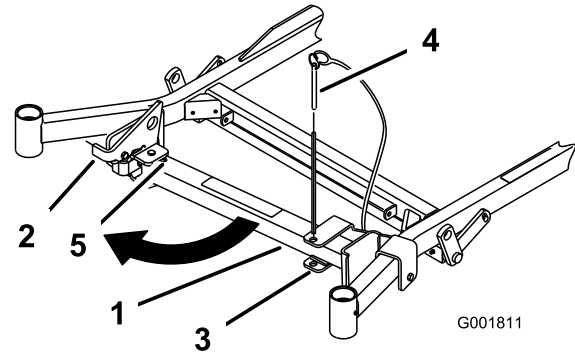
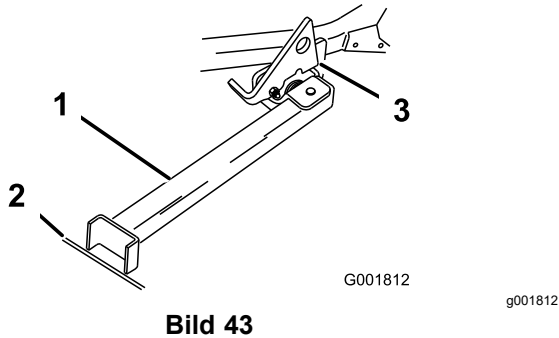

Bild 42
Bild 43
2. Nehmen Sie den Halterungsstift ab (Bild 42).
- Drehen Sie den Ständerfuß nach vorne heraus und schieben ihn zur Maschine hin in den unteren Schlitz (Bild 42 und Bild 43).
- Stellen Sie den Fuß auf den Boden und lassen Sie den Riegel auf der Drehzapfennase aufliegen (Bild 43).
Hinweis: Stellen Sie den Ständerfuß am besten in Risse auf Gehwegen oder in der Grünfläche (Bild 43).
- Fahren Sie die Maschine auf den Ständer. Halten Sie an, wenn der Riegel über der Nase in die arretierte Stellung einrastet (Bild 43).
- Stellen Sie den Ständer wieder in die Ruhestellung (Bild 42).